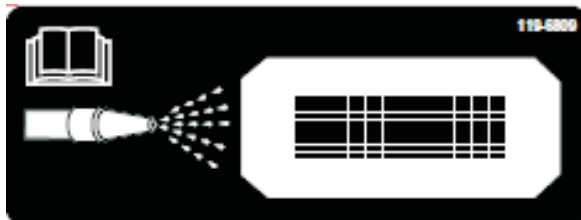

**Рисунок 63**
11. Найдите наклейку, обозначающую отверстие для очистки в передней части машины (Рисунок 62), и с помощью садового шланга заливайте воду через переднюю защитную сетку до тех пор, пока нижний щиток не будет полностью очищен от разбрасываемого материала (Рисунок 63).